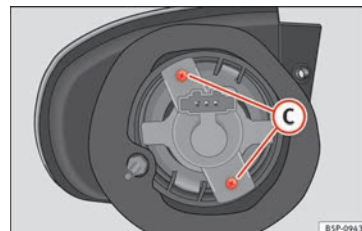

Bild 186 Blinkerslampan.
- Skruva loss bultarna » **bild 186** **C** från lampanslutningen och dra i den.